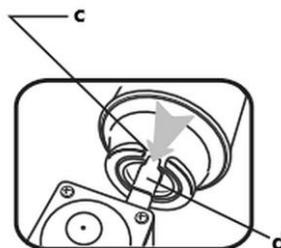

Fig. 7
1. Coloque la muletilla (17) en posición APAG. (16), y la palanca de bloqueo de cartucho (20) en posición UNLOCK (14).
2. Abra la tapa del compartimiento del cartucho (6).
3. Introduzca el cartucho de gas (7) en el compartimiento para del cartucho (8) con el hueco de la brida del cartucho (c) hacia arriba, de modo que la punta de la válvula (d) del hornillo a gas entre fácilmente en el hueco (c). (Fig. 7).